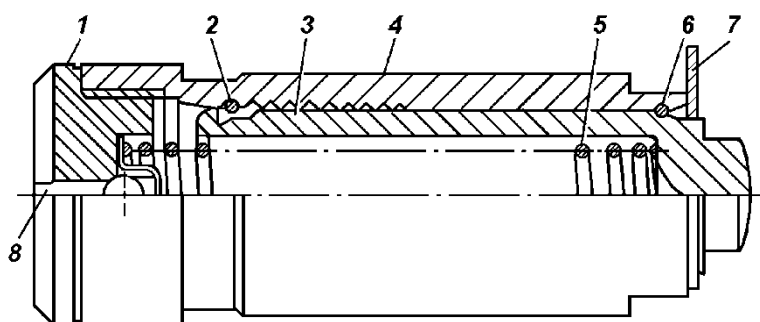

Рис. 23. Гидронатяжитель с транспортным стопором:
**Гидронатяжитель** (рис. 23) – представляет собой плунжерную пару с подобранным зазором, состоит из корпуса 4, плунжера 3, шарикового клапана 1, пружины 5, стопорного 6 и запорного 3 колец.